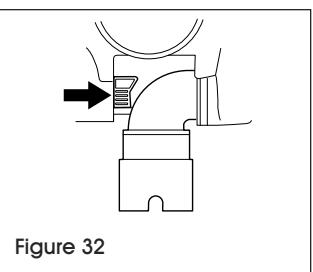

Figure 32
3. Appuyez le loquet de déverrouillage du coude. (Voir Figure 32)